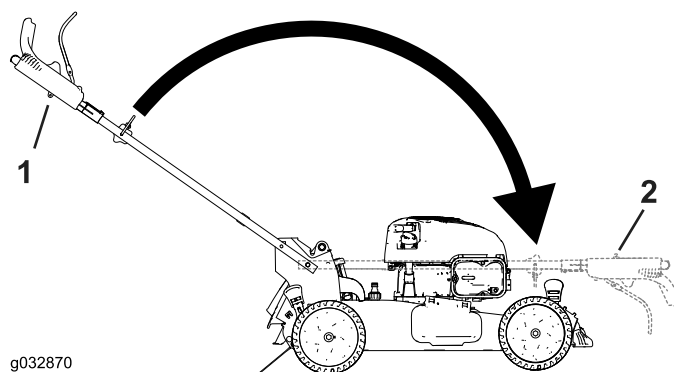

Figura 28
2. Piegate la stegola, ruotandola in avanti (Figura 28).